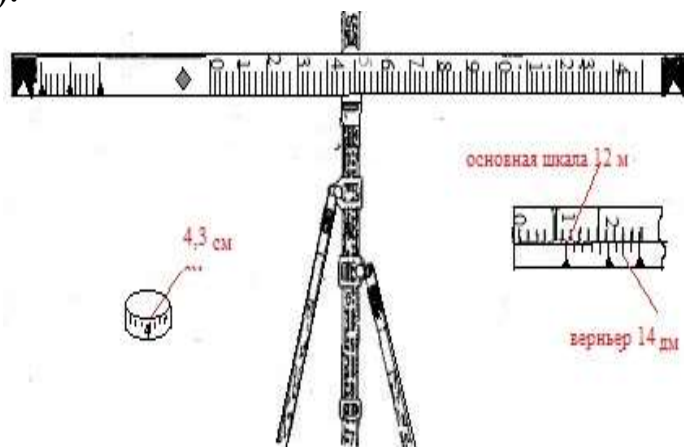

Рис. 13. Отсчёты по рейке и барабанчику
7. Вращением барабанчика оптического микрометра совмещают какой-либо штрих верньера с любым из штрихов рейки (рис. 13).